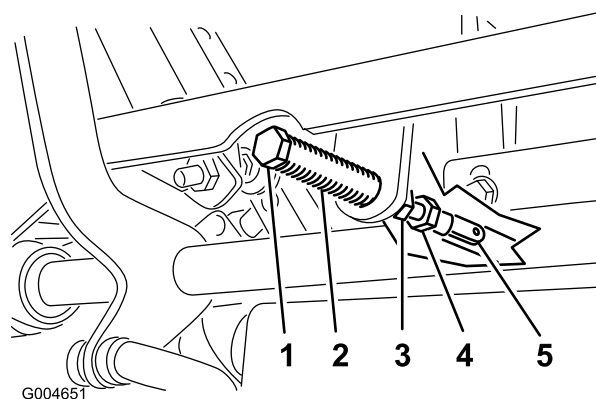

Figure 61
- Tirez-le ensuite en arrière jusqu'à ce que l'axe de chape (situé sur un bras au-dessus de l'axe de pivot) touche l'extrémité de l'encoche (c.-à-d. commence juste à appuyer sur le ressort) (Figure 61).
7. Si un réglage s'impose, desserrez l'écrou et l'écrou de blocage vissés contre la chape (Figure 61).
8. Appliquez une légère pression à l'arrière du levier, et tournez la tête du boulon de réglage dans le sens voulu pour centrer le levier à la position de verrouillage au point mort (Figure 61).
9. Serrez l'écrou et l'écrou de blocage (Figure 61).
9. Serrez les écrous de blocage contre les rotules (Figure 61).